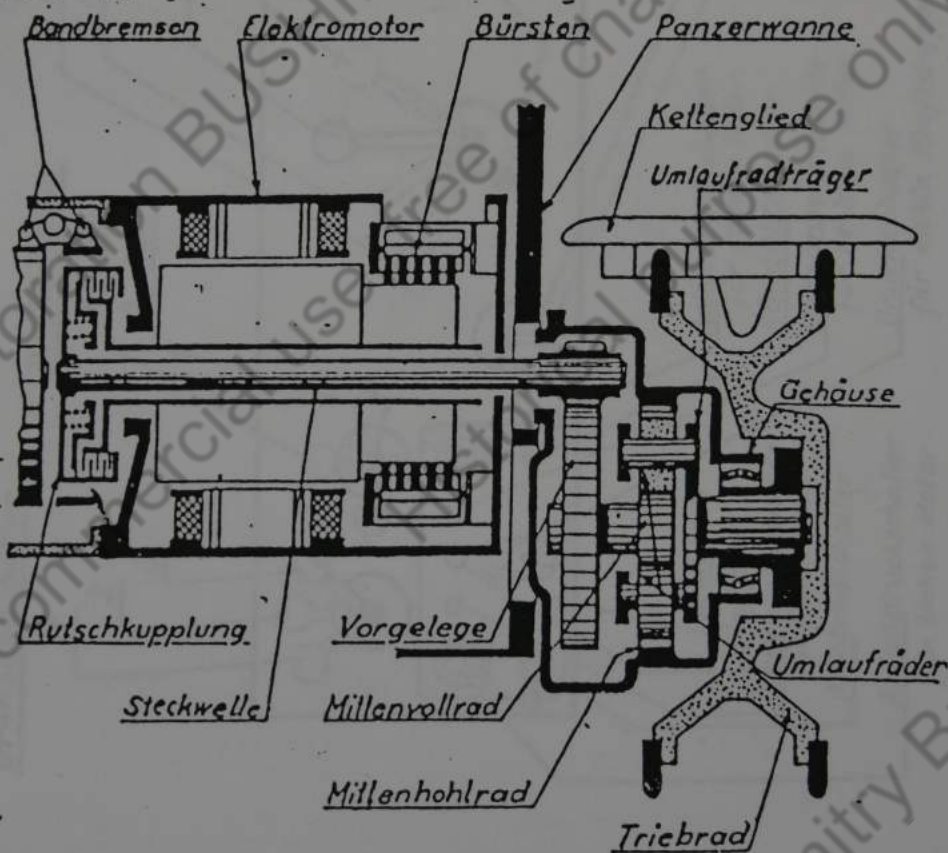

Bild 23 Kraftübertragung
a) Rutschkupplung, Bild 23
b) Steckwelle, Bild 23
c) Seitenvorgelege, Bild 23